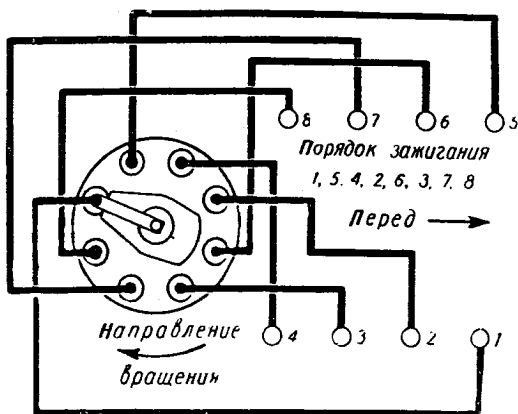

Рис. 39. Соединения проводов от распределителя к свечам.
6) присоедините провода от распределителя зажигания к свечам в порядке 1, 5, 4, 2, 6, 3, 7 и 8, как указано на рис. 39.